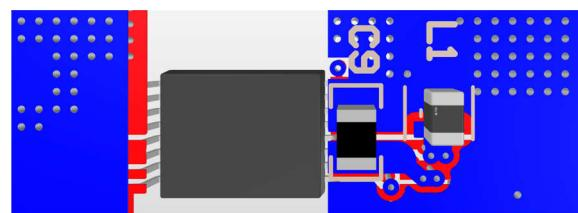

図 3-12. 底面、昇降圧、VEE LC の配置と配線
- a. 2.2 μ F の高周波バイパスコンデンサ (C9) は、VEE および COM ピンのできるだけ近くに配置します。3MHz ~ 4MHz の自己共振周波数は、3.3 μ H のインダクタ (L1) を選択した昇降圧コンバータのスイッチング周波数ノイズに対して低インピーダンスのデカップリングを実現するために最適です。VEE 昇降圧コンバータのコンデンサと内部ローサイド MOSFET との間のスイッチングループを低減するため、コンデンサを PCB の異なる側に配置し、ビアを使用して接続することも可能です。コンデンサを異なる側に配置すると、VDD ピンと COM ピンとのデカップリングコンデンサの配置も簡素化できます。図 3-12 に、C9 と L1 を PCB の底面に配置する例を示します。